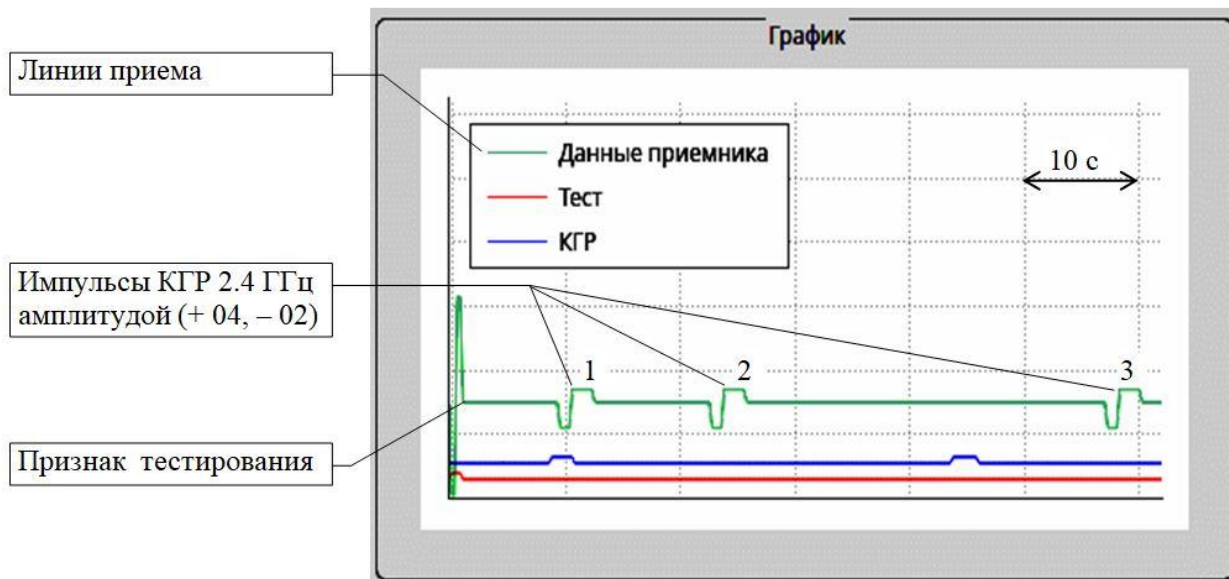

Рисунок 3.2.3.9 - Панель «График» окна проверки прибора ТЛ-ТСКБМ 2,4 ГГц в режиме «Н»
9) Когда признак тестирования на линии приема приблизится на 6 с к левому концу панели «График» (примерно через 30 с после второго импульса КГР) нажмите кнопку «КГР» на ТЛ-ТСКБМ. На линии приема должен появиться третий (3) импульс КГР (рисунок 3.2.3.9). После чего нажмите